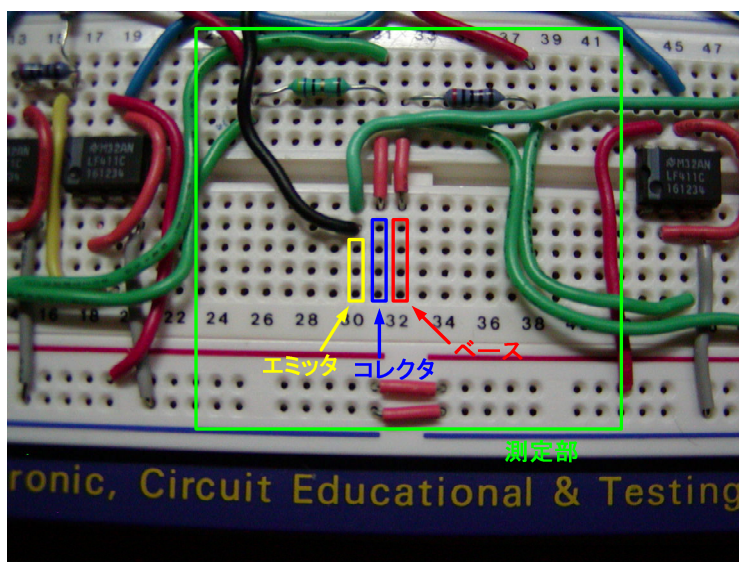

図 1.4 測定部
(4) 被測定トランジスタをブレッドボードの測定部に差し込んで準備完了です。これは，エミッタ，コレクタ，ベース端子の位置がそれぞれ決まっているので図 1.4 のように差し込んでください。